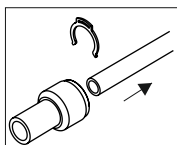

Abb. 3
- 3) Ziehen Sie den Schlauch aus (Abb. 3).